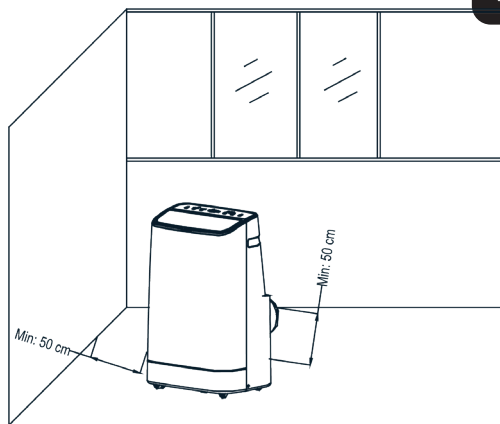

Figure 4
1) Mettre la machine avec la gaine d'extraction et les raccords installés devant la fenêtre, et la distance entre l'appareil et les murs ou autres objets doit être d'au moins 50 cm (comme le montre la figure 4).